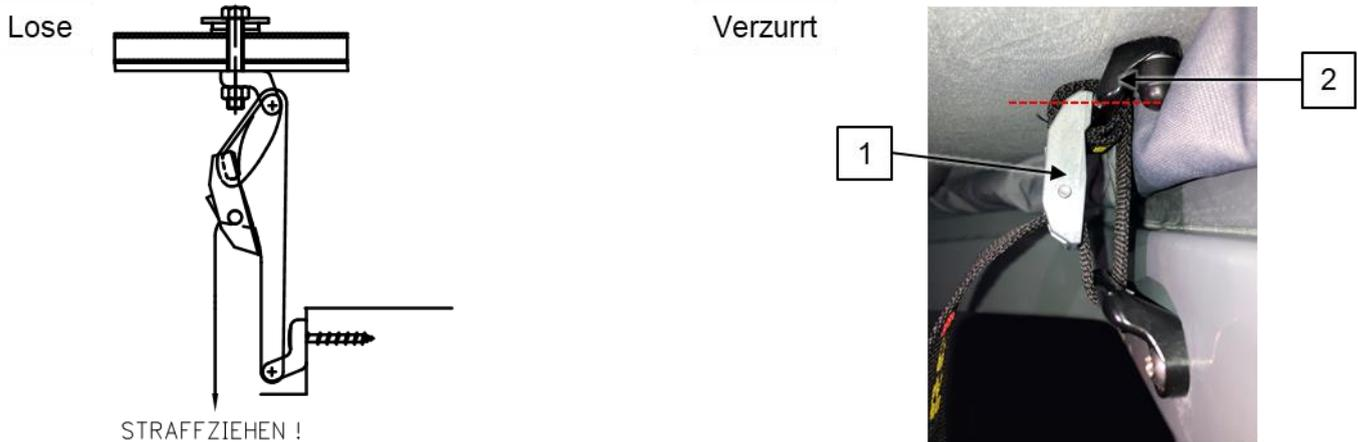

Abb. 5-1: Gurtbandführung
- Das Gurtband entsprechend Abb. 5-1 anbringen und straffziehen: **Die Schnalle (1) muss auf dem Bügel (2) aufliegen!**